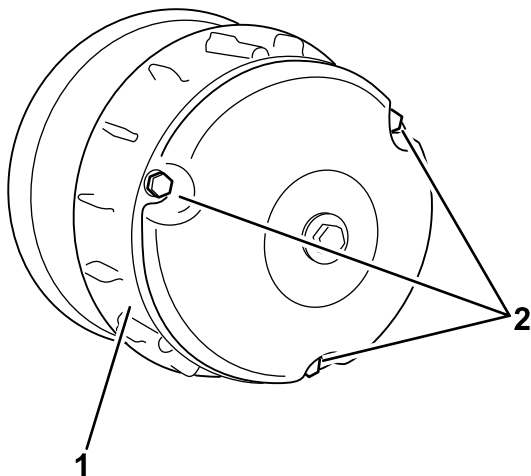

图 58
2. 拧掉将离合器盖固定到离合器的 3 个螺栓取下盖子 图 58。
4. 安装离合器盖使用在 2 中卸下的 3 个螺栓 图 58 固定。